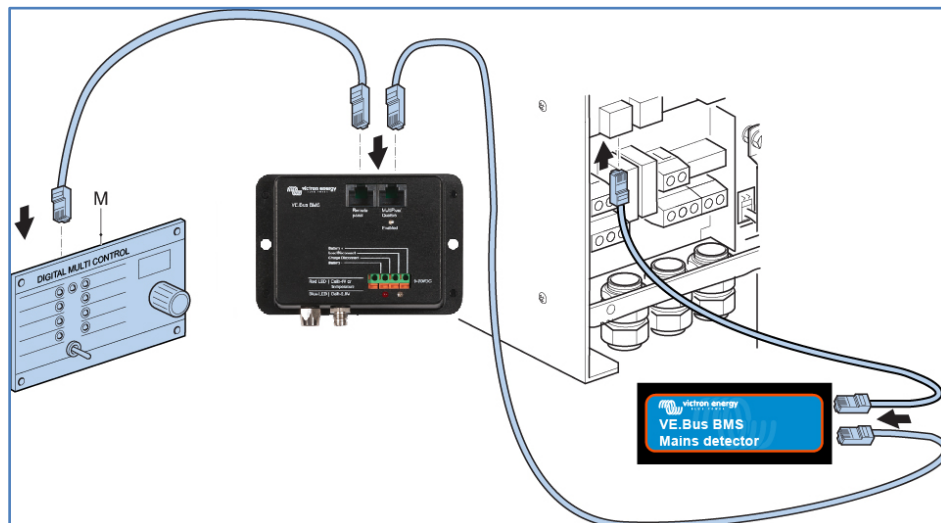

Figura 4: Conexiones VE.Bus
- Utilice el cable corto UTP RJ45 para conectar el AC Detector a una de las dos tomas VE.Bus del MultiPlus o Quattro (ver figura 4).